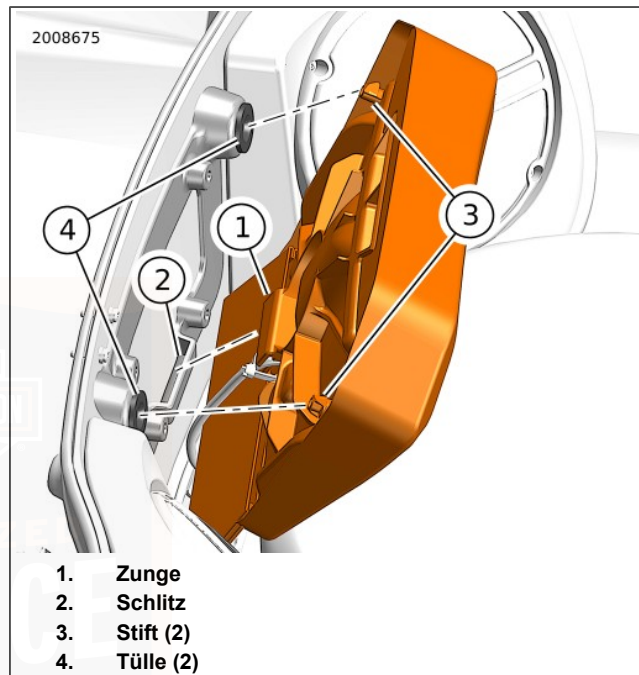

Abbildung 156. Untere Rückenlehne
3. Siehe Abbildung 156. Die untere Soziusrückenlehne vom Tour-Pak trennen.
- a. Finger über die Stifte (3) legen und die untere Rückenlehne nach vorne ziehen, um sie von den Ösen (4) zu lösen.
- b. Anheben, um die Lasche (1) aus dem Schlitz (2) zu lösen.
7. Siehe Abbildung 156. Die untere Soziusrückenlehne am Tour-Pak anbringen.
- b. Die untere Lasche (1) in den Schlitz (2) einsetzen.
- c. Die untere Rückenlehne vor den Stiften (3) andrücken, bis die Stifte vollständig in den Ösen (4) sitzen.